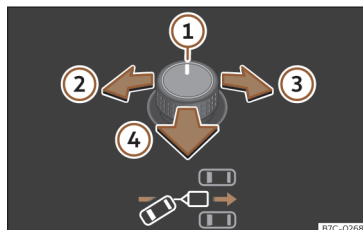
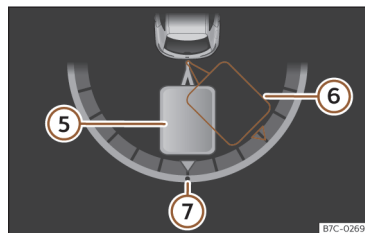

Fig. 141 Commande rotative des rétroviseurs extérieurs : régler l'angle de la remorque.
Fig. 142 Afficheur du combiné d'instruments : faire marche arrière.
Légende de la >>> **fig. 141**, >>> **fig. 142**:
- Faites basculer la commande rotative jusqu'à la direction voulue >>> **fig. 141**. L'écran du combiné d'instruments affiche à titre d'information une représentation de l'ensemble du véhicule tracteur et de la remorque dans sa position actuelle >>> **fig. 142**.